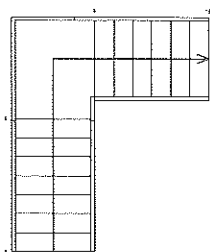

Figura 11.83 – Escada em L.
- Crie uma escada em L, como na Figura 11.83.